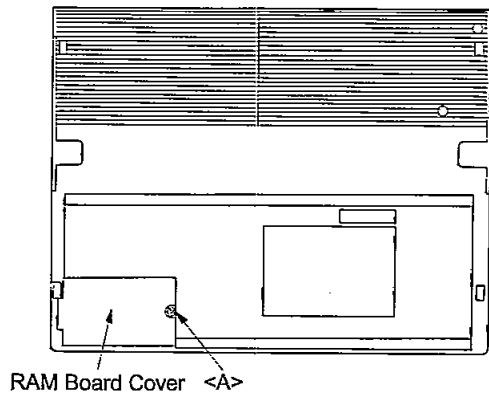

Figure 3
2. Remove one screw <A> ($\text{Ø}2 \times 8$ mm). (Refer to Figure 3)